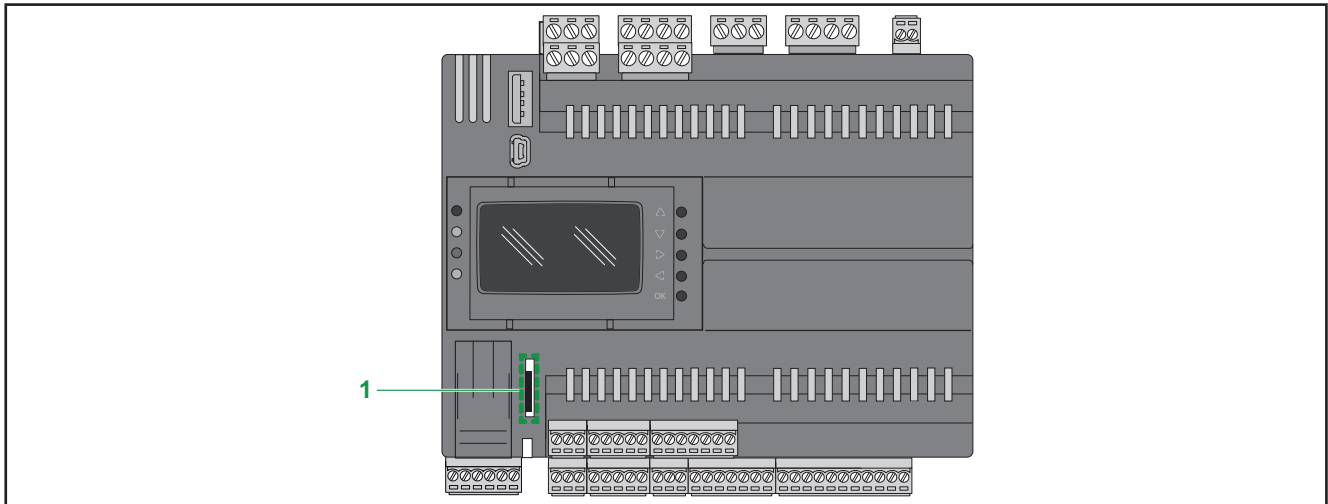

Abb. 51. EWCM 9000 PRO (HF): Steckplatz für Speicherkarte
Die Regler für CO₂-Verdichterzentralen **EWCM 9000 PRO (HF)** beinhalten einen Steckplatz für Speicherkarten (siehe 1 in „Abb. 51“ auf S. 76) microSD zur Erweiterung, falls erforderlich, des internen Speichers.